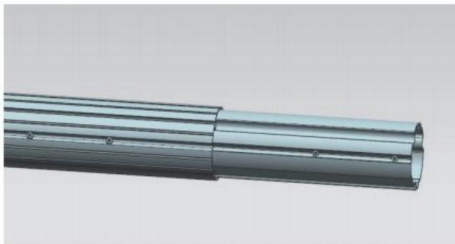
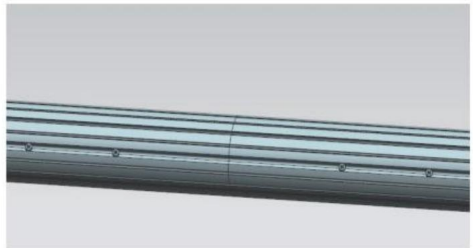

Figura D8
Figura D9
3.4 Extraiga los tubos de conexión de ambos extremos de la bobina central hacia el rojo. Posición límite y ensamblar los extremos izquierdo y derecho del tubo. Fijar la conexión con tornillo A. (Figura D8, Figura D9)